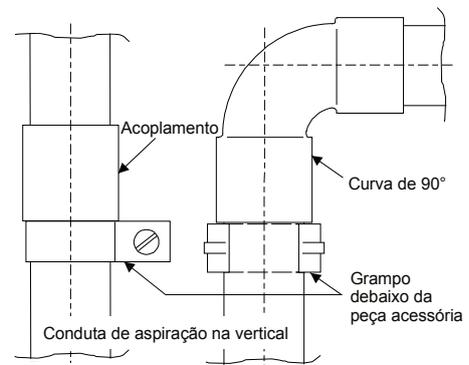

Fig. 8 Conduta de aspiração na vertical
- Ao dispor a conduta de aspiração ou as suas peças na vertical (p. ex., tubo de subida ou no armazém de prateleiras altas) tem de se assegurar que os tubos não podem deslizar para baixo (colocação de grampos diretamente por baixo das peças acessórias, conforme a **Fig. 8**).